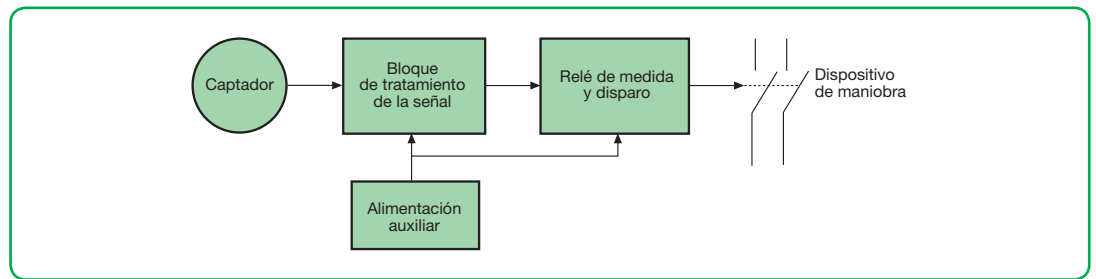

Fig. 3.2. Esquema funcional de un DDR electrónico con "alimentación auxiliar" (tipo Vigirex).
- En la **fig. 3.2**, el esquema tipo funcional de un diferencial electrónico tipo "Vigirex" que precisa de fuente de alimentación auxiliar.